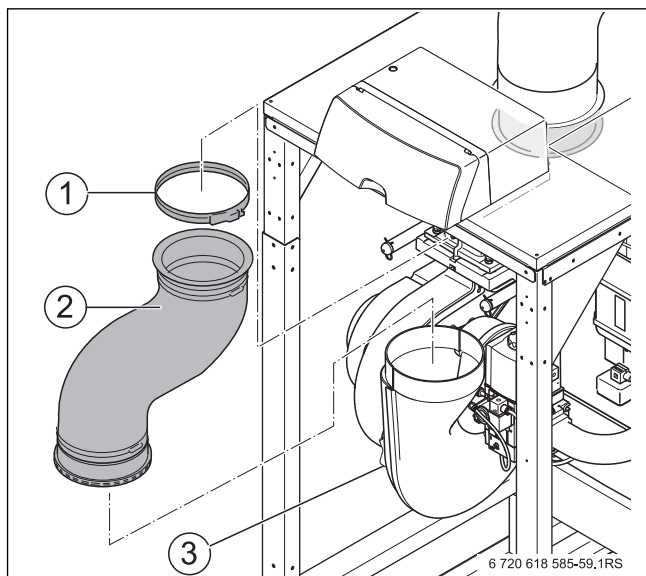

Fig. 44 Staccare il tubo di alimentazione aria
- Staccare il tubo di alimentazione dell'aria tra il collettore di ventilazione e l'adattatore alla fascetta di serraggio (→ fig. 44, pag. 38).
- Estrarre il tubo flessibile di alimentazione aria con tronchetto dal collettore di ventilazione (→ fig. 44, pag. 38).